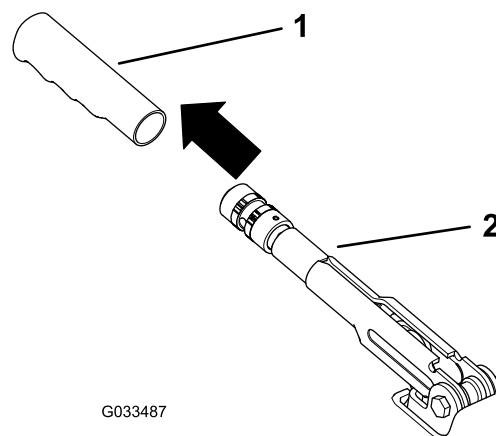

Figura 64
1. Togliete l'impugnatura di gomma dalla leva del freno di stazionamento (Figura 64).